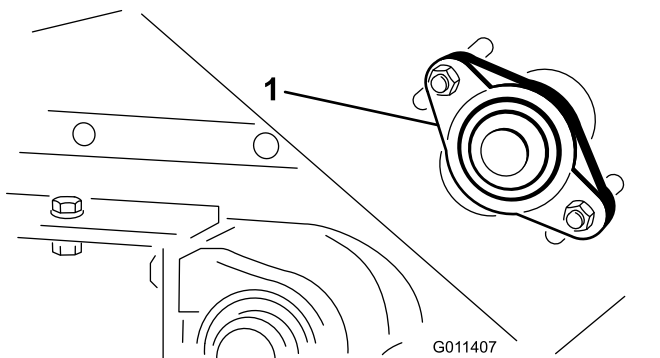

Figura 22
1. Afloje las tuercas que fijan el alojamiento del cojinete (Figura 22) a la derecha de la máquina.